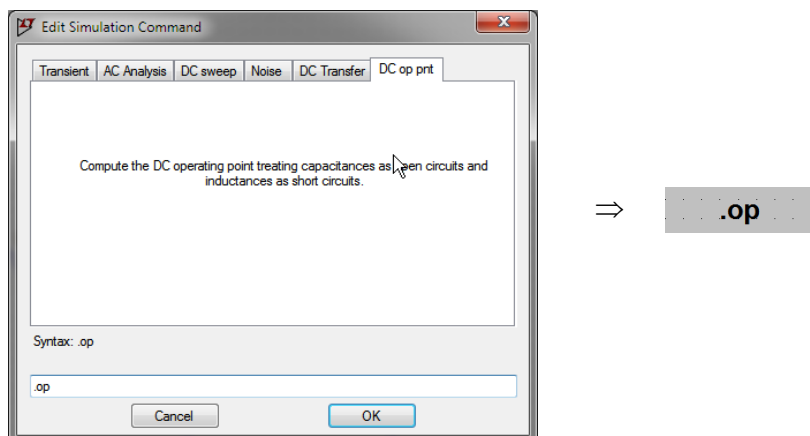

Figura 6 – Definição do tipo de simulação – “*DC op pnt*”.
Para simular o circuito, defina o tipo de análise a efetuar, utilizando o comando **Edit** → **Spice analysis**. Na Figura 6 aparecem os tipos de análise possíveis, devendo ser escolhido aquele que se pretende:
- Para calcular os valores no ponto de funcionamento em repouso (tensões e correntes DC), selecione “*DC op pnt*”. Após dar OK na janela, colocar sobre o esquema o termo correspondente à análise “.op” (Figura 6).